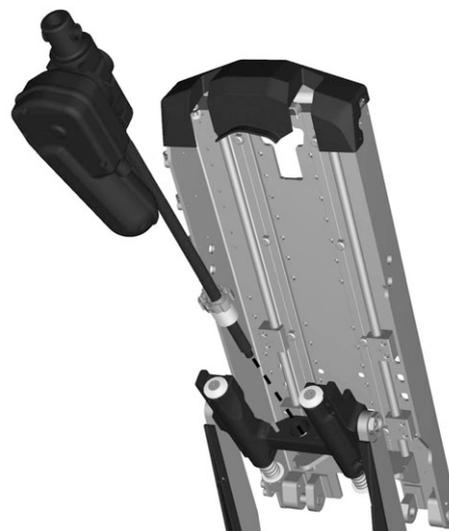

Abbildung 103. Stellvorrichtung vom Schieber abmontieren, indem man die Mutter abschraubt.
8. Stellvorrichtung vom Schieber abmontieren, indem man die Mutter abschraubt. Siehe Abbildung. 103.